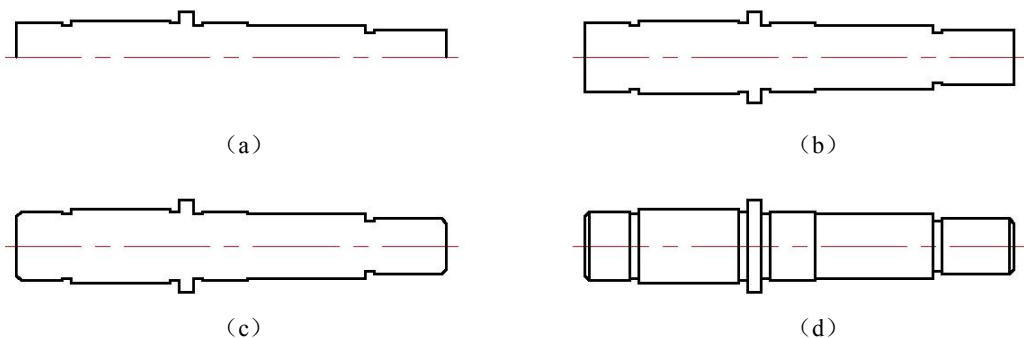

图 2-89 主动轴零件轮廓图
(1) 将“辅助线层”置为当前，在图框中绘制一条长度为 100 的水平辅助线。
(2) 将“轮廓线层”置为当前，打开对象追踪，使用“多段线”工具，从辅助线左端点开始水平向右追踪，以距离左端点 2.5 个单位作为起始点，输入下列坐标（相对坐标）： $@0,7.5$ ， $@10,0$ ， $@0,-0.5$ ， $@2,0$ ， $@0,1$ ， $@22,0$ ， $@0,-0.5$ ， $@2,0$ ， $@0,2.5$ ， $@3,0$ ， $@0,-3$ ， $@2,0$ ， $@0,0.5$ ， $@10,0$ ， $@0,-0.5$ ， $@26,0$ ， $@0,-1.5$ ， $@2,0$ ， $@0,0.5$ ， $@16,0$ ， $@0,-6$ ，回车结束，绘制主动轴零件的上轮廓线，如图 2-89 (a) 所示。
(3) 使用“镜像”工具，完成主动轴零件下轮廓线的绘制，如图 2-89 (b) 所示。
(4) 使用“倒角”工具，完成主动轴零件边沿四个倒角的绘制，分别指定第一、二个倒角距离为 1，如图 2-89 (c) 所示。
(5) 使用“直线”工具，按图 2-89 (d) 所示连接各角点。